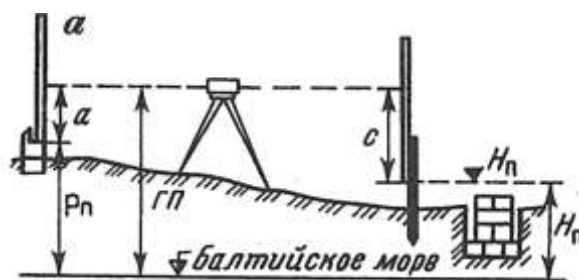

Рис. 2. Схема разбивки и контрольных высот фундамента
5. Выставьте проектную высоту верха фундамента на обноске (рис. 2), если высота репера  $P_n = 11,394$ , отсчет по рейке  $a = 1016$ , проектная высота фундамента  $H_n = 9,789$ .